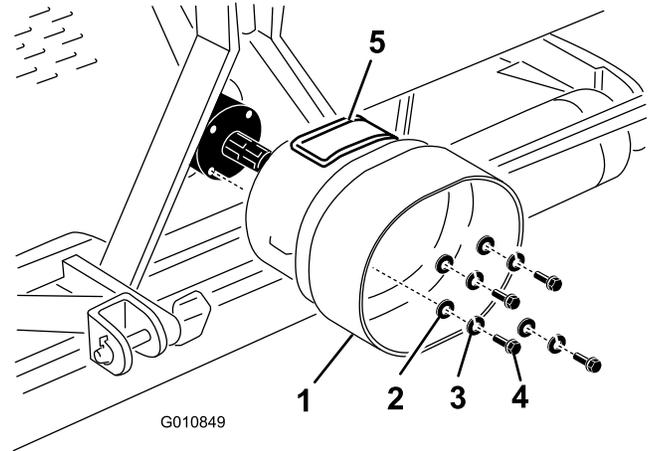

Рисунок 19
1. Снимите 4 болта, стопорные шайбы и плоские шайбы, которые крепят заднюю часть коробки передач аэратора (Рисунок 19).
2. Закрепите экран ВОМ на коробке передач аэратора снятыми ранее деталями крепления (Рисунок 19). При креплении экрана ВОМ проследите за тем, чтобы панель доступа (Рисунок 19) была расположена наверху или сбоку в зависимости от конфигурации рамы аэратора.
Примечание: Панель доступа (Рисунок 19) можно открыть для облегчения снятия и установки деталей крепления ВОМ.